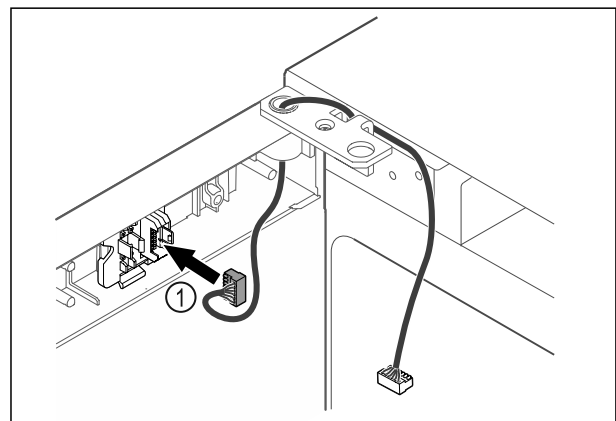

Fig. 48
- ▶ Вставити штекер Fig. 48 (1) в кріплення штекера.